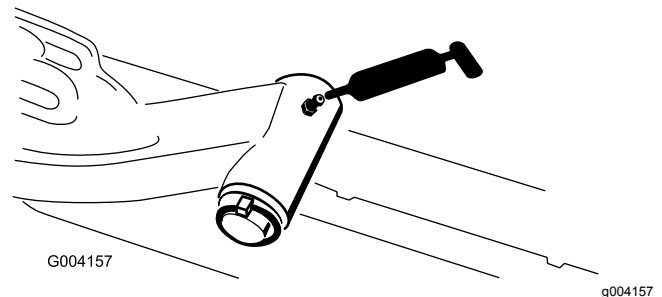

Figure 41
- Axe de pivot des bras de levage (x 1) (Figure 41)